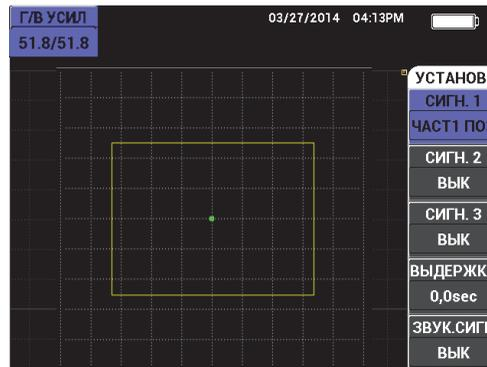

Рис. 5-241 Полярность сигнализации
3. С помощью ручки выберите полярность сигнализации; **ЧАСТ1 ПОЗ** устанавливает положительную полярность, а **ЧАСТ1 НЕГ** – отрицательную полярность (см. Рис. 5-241 на стр. 314).